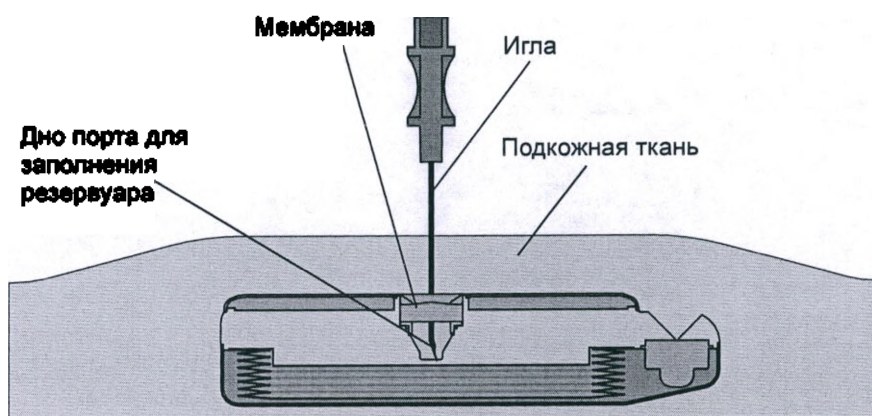

Рис. 2. Внутренний вид программируемой помпы SynchroMed, когда игла полностью и правильно введена.
4. Осторожно вводите иглу Губера 22 G в центр порта для заполнения резервуара так, чтобы игла коснулась дна порта для заполнения резервуара (Рис. 2).